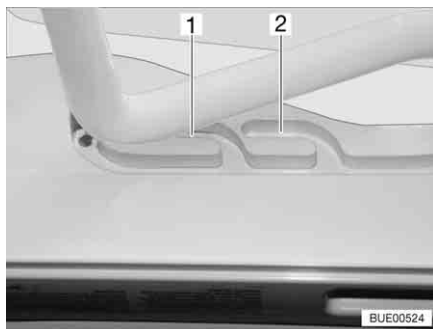
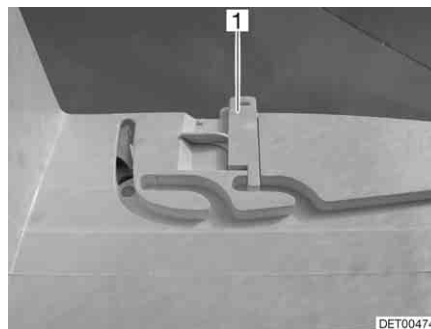

Fig. 40 Oblò Heki in posizione di ricircolo d'aria
Fig. 41 Bloccaggio della posizione di ricircolo d'aria
È possibile portare l'oblò Heki in due posizioni di ricircolo d'aria: Posizione brutto tempo (Fig. 40,1) e posizione centrale (Fig. 40,2). A seconda del modello è possibile bloccare l'oblò nella posizione centrale con il chiavistello (Fig. 41,1).
- Premere la staffa leggermente verso l'alto, spingerla nella guida selezionata (Fig. 40,1 o 2) ed eventualmente bloccarla.